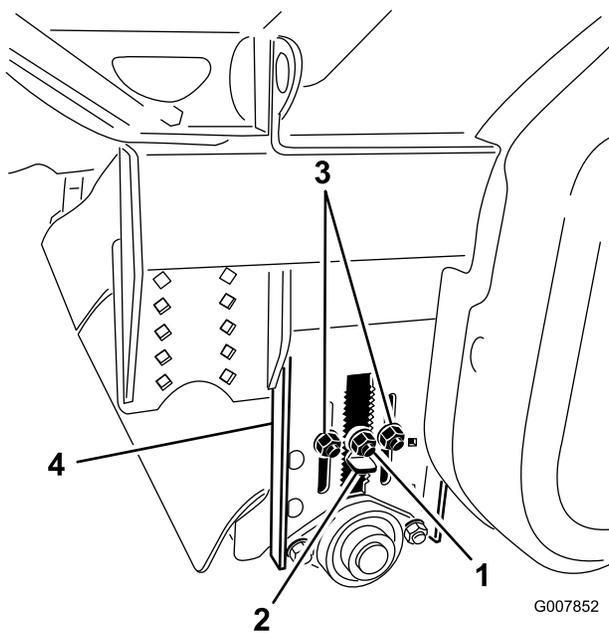

Bild 30
1. Vor dem Nivellieren des Erdpfropfen-Prozessors sollten Sie sicherstellen, dass die Höhe der Bürste und der Heckrolle auf die richtige Schnitthöhe eingestellt sind (Bild 30).